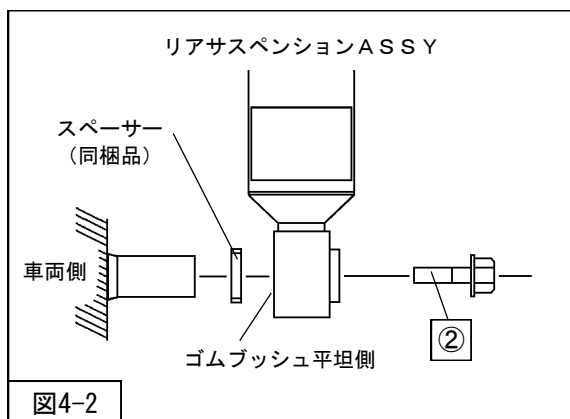
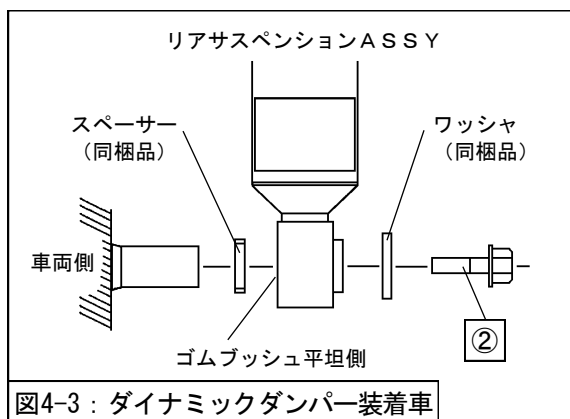

図4-2
図4-3 : ダイナミックダンパー装着車
- リアサスペンションASSYロア取付け部の車両側のシャフトにスペーサー (同梱品) を取付けてください。(図4-2)
- ダイナミックダンパー装着車はワッシャ (同梱品) を取付けてください。(図4-3)
- ②リアサスペンションASSYロア取付ボルト
を取付けてください。(図4-2・図4-3)